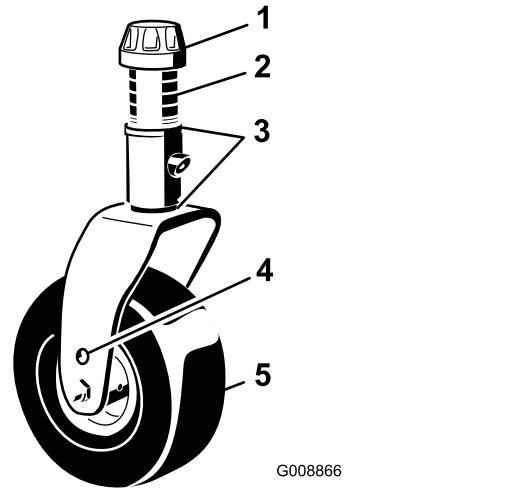

Bild 5
2. Stecken Sie die Laufradachsen in beiden Laufradgabeln in die gleichen Löcher. Ermitteln Sie die richtigen Löcher für die Einstellung mit **Bild 5**.
3. Entfernen Sie die Spannkappe von der Spindelwelle (Bild 5) und ziehen die Spindel aus dem Lauftradarm heraus. Ziehen Sie zwei Beilagscheiben so auf die Spindelwelle, wie sie ursprünglich montiert waren. Diese Beilagscheiben sind erforderlich, um alle Mähwerke über die Breite auf ein Niveau zu bringen. Schieben Sie die erforderliche Anzahl von Distanzstücken (1/2") auf die Spindelwelle, um die gewünschte Höhe zu erhalten; schieben Sie dann die Scheibe auf die Welle.